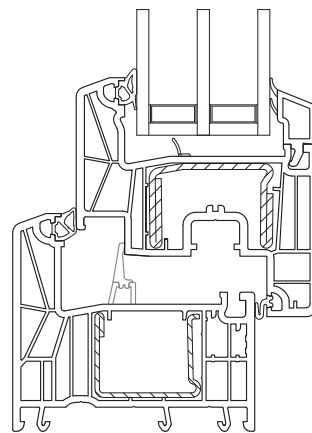

Abb. 5: Beispiel für 0 Vorkammer (die Armierungskammer im Blendrahmen und Flügel sind durch die Armierungen komplett ausgefüllt)
- AD 1,2 = 0 Vorkammern (siehe Abb. 5)
- MD 1,1 = 0 Vorkammern (siehe Abb. 5)